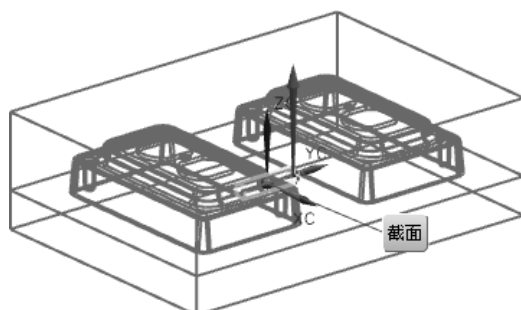

图 9-74 预览流道
(4) 在草图工具条上单击【完成草图】按钮，返回到三维状态，浏览流道的预览效果，如图 9-74 所示。